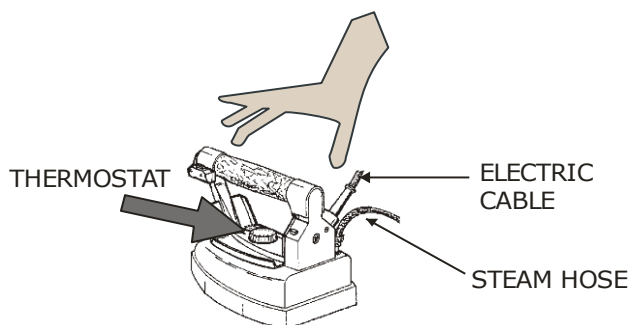
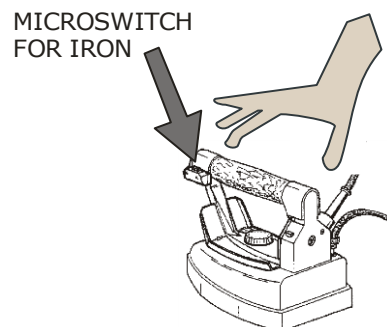

Рис. 3
Рис. 4
3. Включите электронную панель и выберите функции (утюг, бойлер и пр.) и настройте термостат утюга (Рис. 3) на "хлопок".
1. Начните гладить белье, нажимайте с интервалами микровыключатель на утюге (Рис. 4), до выхода пара. Для лучшего результата установите термостат (Рис. 3) на конец шкалы "cotton".
4. Для сухого глажения, возможно, настроить термостат (Рис. 3) на различные положения, в зависимости от типа белья (проверьте метки на белье). Для глажения паром установите термостат на "cotton" или "flax".